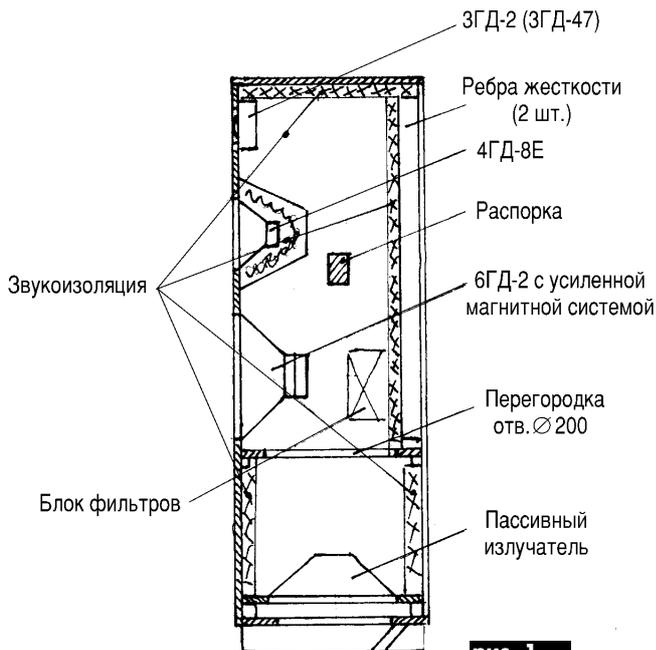

рис. 1
**В первом варианте (рис.1)** модернизируют колонки от "Simfonja-003" производства Рижского радиозавода. Достигнуты хорошие результаты при небольших затратах. При модернизации громкоговорители типа 6ГД-2 следует поменять на 6ГД-2 с усиленной магнитной системой и пропиткой подвеса по методике [1] или на громкоговорители типа 8ГД-1. Громкоговорители типа 3ГД-1 заменить на 4ГД-8Е, типа 1ГД-3 - на 3ГД-2 или на 3ГД-47 (последняя замена дает лучшие результаты). В качестве фильтров использованы фильтры, выполненные в соответствии с [2, 3].
При доработке корпуса (рис.1) установлен звукоизоляционный материал (синтетический войлок толщиной 10-12 мм) на все стенки, кроме фронтальной и дна. Корпус находится в напряженном состоянии (установлена распорка между боковыми стенками на уровне СЧ динамика). В существующей перегородке вырезано отверстие  $\varnothing 200$  мм, в днице - прямоугольное отверстие размером 240x180 мм. Ножки монтируют вдоль боковых стенок. Изнутри корпуса на расстоянии 30 мм от существующего монтируют второе дно вверх с отверстием  $\varnothing 200$  мм и устанавливают пассивный излучатель на базе 6ГД-2 без магнитной системы. Оформление лицевой панели выполняют в соответствии со своим вкусом.